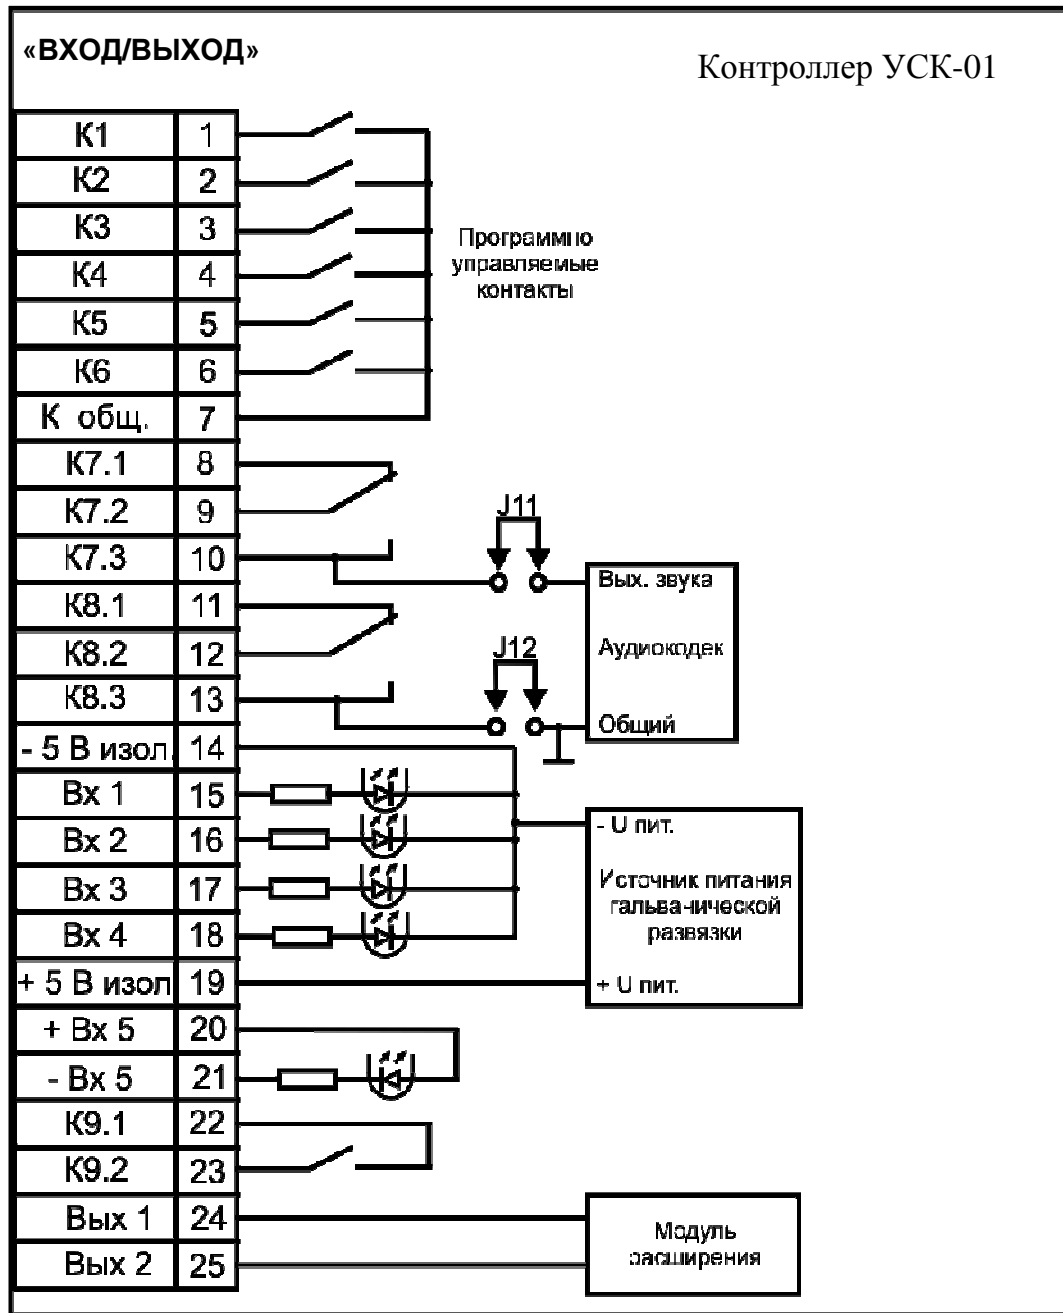
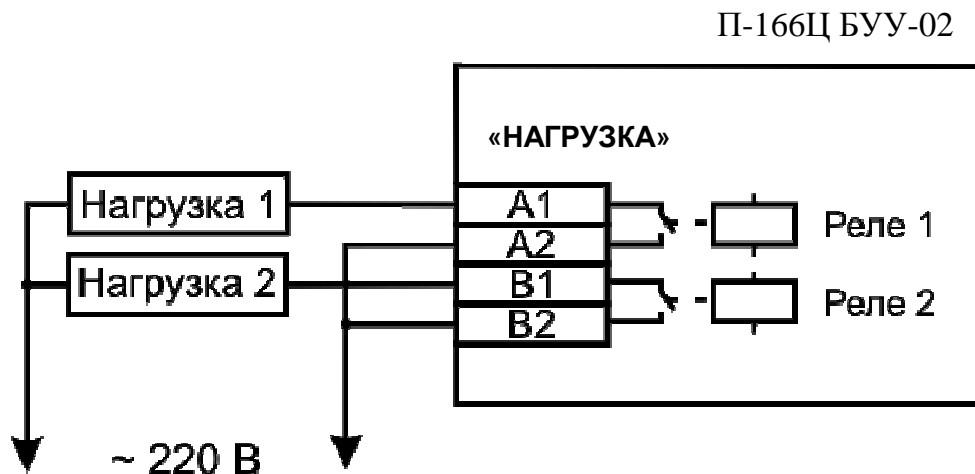

Рисунок 1.3
Рисунок 1.4
Для корректной обработки сигналов подтверждения контакты 15-17 («Вх 1» – «Вх 3») должны быть замкнуты не позднее 50 мс после срабатывания реле 1, реле 2 (см. рисунок 1.4) или группы контактов «К7», «К8». Замыкание контакта 18 («Вх 4») может быть произведено в любой момент времени;
1.4.3.2 При работе в составе КТСО П-166Ц контроллер эмулирует работу блока. При этом реле 1 (см. рисунок 1.4) выполняет функции 1-го абонента, реле 2 – второго абонента. Данные абоненты имеют тип «СИРЕНА» и могут работать в непрерывном и прерывистом режиме. Третий абонент имеет тип «РТУ» и использует группы переключающих контактов «К7», «К8» (см. рисунок 1.3) для перехвата речевого сигнала и звуковой выход контроллера для воспроизведения речевого сообщения, по-
Независимо от того, какие из абонентов задействованы в сеансе оповещения, номер команды, поступившей в данном сеансе от пульта управления, может быть передан на окончательное устройство при помощи контактов «К1» – «К6» (см. рисунок 1.3). В зависимости от номера команды один из контактов будет замкнут в течение всего сеанса.
Для формирования сигналов подтверждения от задействованных оконечных устройств контроллер использует входы «Vx1» – «Vx3» (см. рисунок 1.3), а также «Vx 4» – для формирования сигнала срабатывания датчика ЧС и «Vx 5» для формирования сигнала НСД.